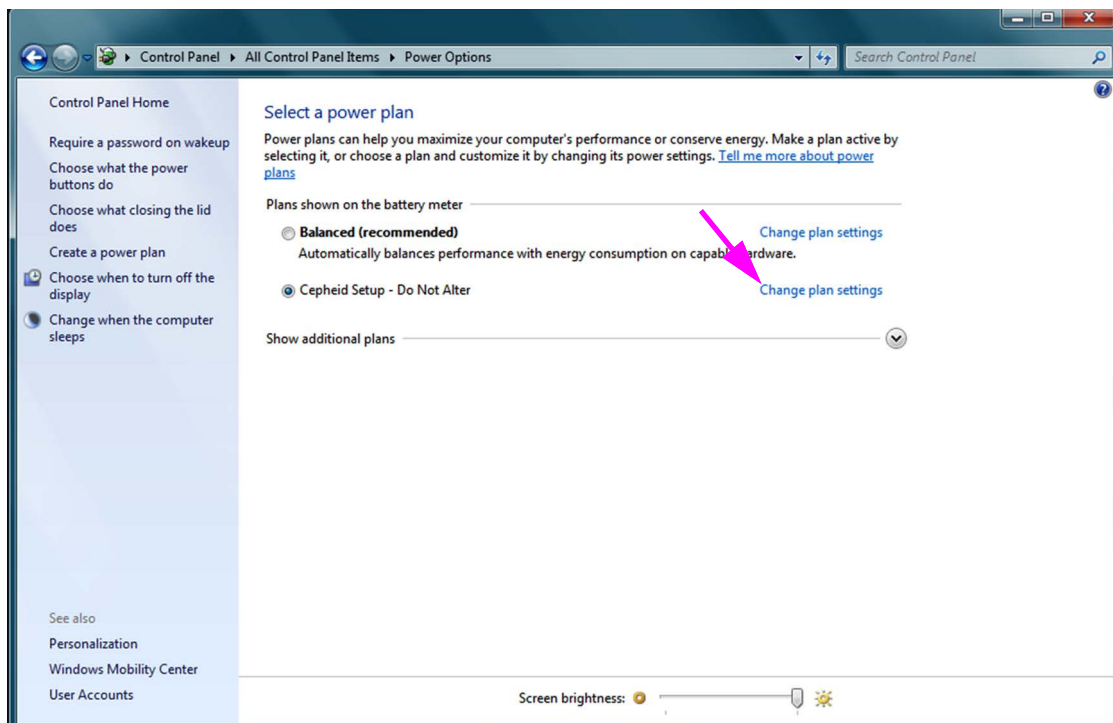

Abbildung 2-19. Fenster „Power Options“ (Energieoptionen)
3. Klicken Sie im Bereich **Cepheid Setup - Do Not Alter (Cepheid Setup – Nicht ändern)** auf **Change plan settings (Energiesparplaneinstellungen ändern)**. Siehe Abbildung 2-19. Das Fenster „Edit Plan Settings“ (Energiesparplaneinstellungen bearbeiten) wird angezeigt. Siehe Abbildung 2-20.
10. **Nur für Laptop-Computer:** Klicken Sie auf „Cancel“ (Abbrechen), um das Fenster „Edit Plan Settings“ (Energiesparplaneinstellungen bearbeiten) zu schließen. Das Fenster „Power Options“ (Energieoptionen) wird angezeigt (vgl. Abbildung 2-19).